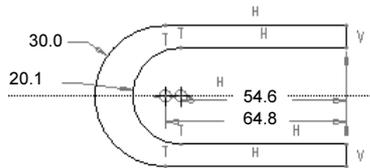

图 2.14.8 打开尺寸显示
Step 1 选中 **显示尺寸** 复选框，打开尺寸显示，此时图形如图 2.14.8 所示。